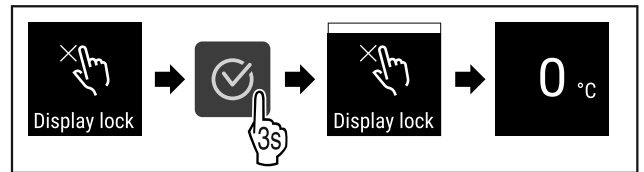

Fig. 77
- ▶ Suorita toimenpidevaiheet (katso Fig. 77).